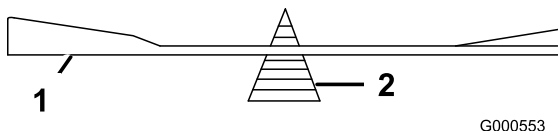

Figura 63
2. Verificai echilibrul lamei aezând-o pe dispozitivul de echilibrare a lamei (Figura 63).